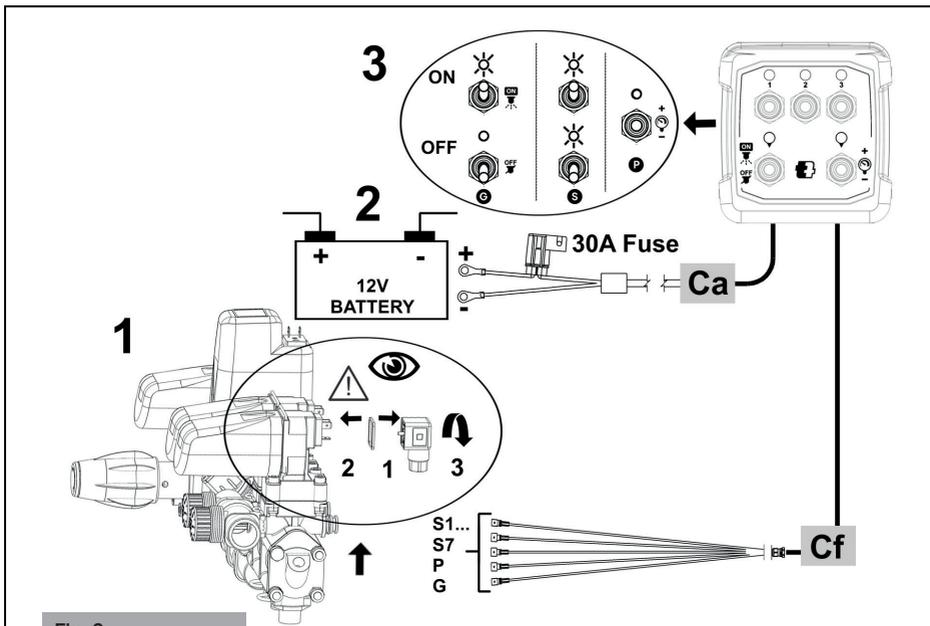
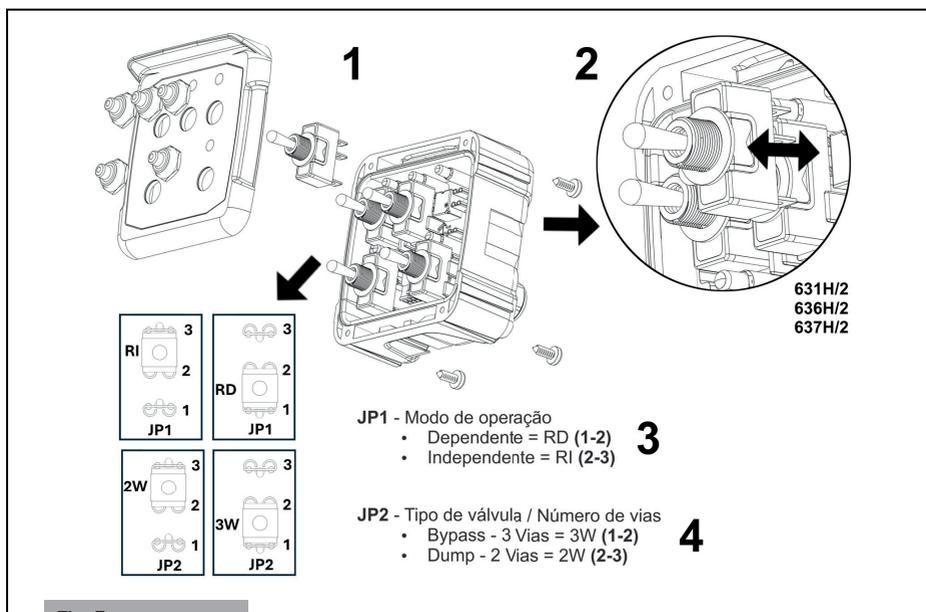

Fig. 2
Fig. 3
Raccordement aux vannes (Fig. 2)
3. Insérer les connecteurs, avec les joints en caoutchouc, dans les commandes respectives des vannes, en suivant la séquence indiquée (1, Figure 2).
Câble d'alimentation – Ca (Fig. 2)
2. Positionner tous les interrupteurs de section et principaux vers le bas (position **OFF**) (3, figure 2) ;
3. Connectez la borne à œillet M8 du fil rouge (port du fusible 30A) au pôle positif "+" et le fil noir au pôle négatif "-" de la batterie (2, Fig. 2).
FONCTIONNEMENT (Fig. 2, Fig. 3 et Tab.1)
Commutateurs S1 à S7 : Ouvre ou ferme la vanne de section correspondante. (3, figure 2 et tableau 1)
Interrupteur P : Augmente ou diminue la pression du régulateur. (3, figure 2 et tableau 1)
Interrupteur G : (3, figure 2 et tableau 1)
(4, figure 3) *Ouvre ou ferme la vanne générale (BYPASS - 3 voies).
(3, figure 3)